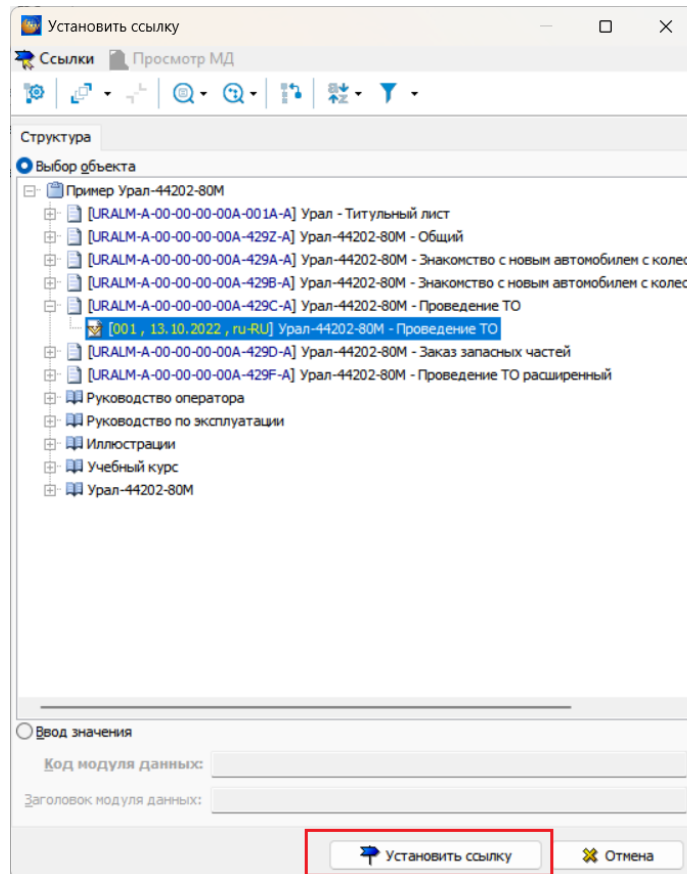

Рисунок 603
5) Нажать на кнопку **Установить ссылку** внизу окна, после чего ссылка отобразится в поле **Ссылка** (рисунок 603).